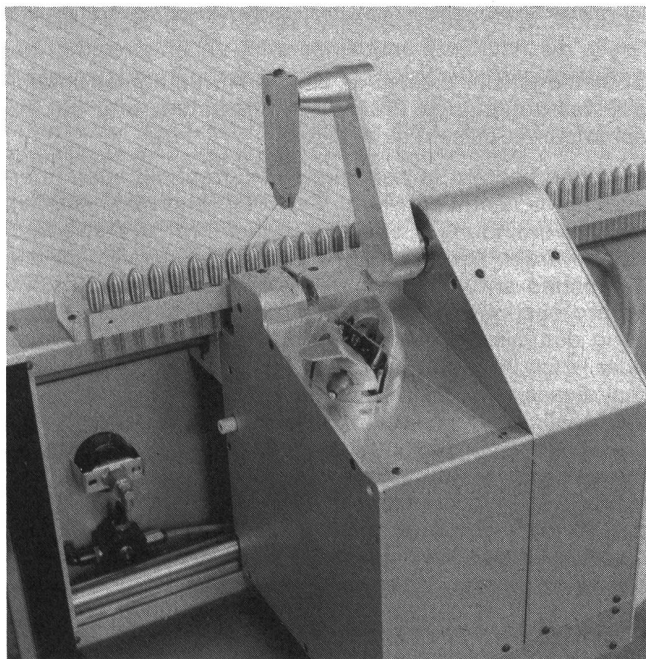

Bild 3
Solche Einschränkungen gelten nicht für einen neuen universellen Spulenwechsler (Modell II), der anlässlich der ITMA 1987 in Paris von Textechno vorgestellt wurde (Bild 3). Dieses Gerät verwendet einen konventionellen Knoter aus einer automatischen Kreuzspulmaschine, der sich in gleicher Weise für ungedrehte und gedrehte Filamentgarne wie für Fasergarne eignet. Das Anknöten erfolgt hier am stillstehenden Faden. In einer Sonderausführung wird der Wechsler mit einem in Fadenlaufrichtung nachgeschalteten Speicherfournisseur ausgestattet. Da derartige Fournisseure intermittierend arbeiten, kann die Anknötphase so in die Aufwickelphase des Fournisseurs gelegt werden, dass auch während des Anknötens ausgangs des Wechslers ein kontinuierlicher Fadenlauf möglich ist (2).